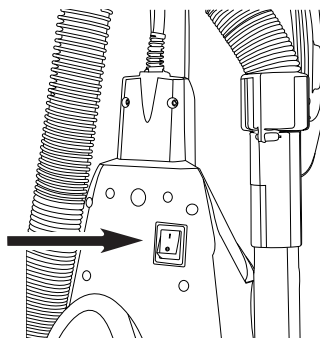

Fig. 3
1. Para encender la aspiradora, presione el interruptor ubicado en la parte trasera de la unidad a la posición (I). (Fig. 3)
2. Para apagar la aspiradora, presione el interruptor a la posición (O).